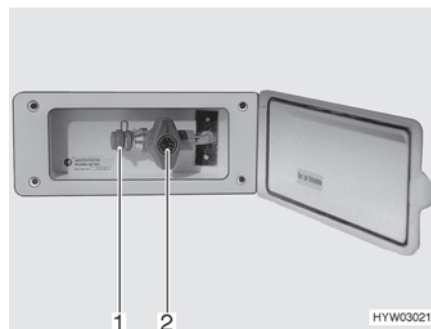

Fig. 109 Raccordement externe de gaz (robinet d'arrêt de gaz fermé)
Le raccordement externe de gaz (Fig. 109) se trouve, selon les modèles, à l'arrière ou sur le côté gauche ou droit du véhicule.
- Raccorder l'appareil à gaz externe sur le raccord (Fig. 109,1).
- Ouvrir le robinet d'arrêt de gaz (Fig. 109,2).